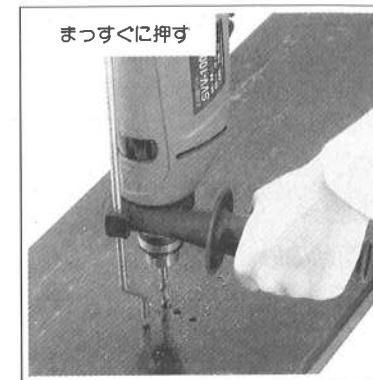

図7
- 穴をあけるときはドリルの先端を穴あけ位置に当て、まっすぐに押してください。(図7参照)